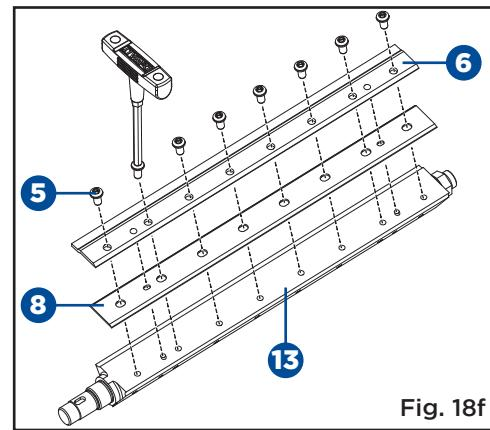

Fig. 18f
- Pour réinitialiser la pince du couteau (6), alignez le bord biseauté de la pince du couteau avec le bord tranchant du couteau (8) (fig. 18f). Si ceux-ci ne sont pas alignés correctement, la pince ne fixera pas le couteau correctement.
- Placez huit boulons (5) à travers les trous de la pince du couteau (6) et du couteau (8) dans la tête de coupe (13).